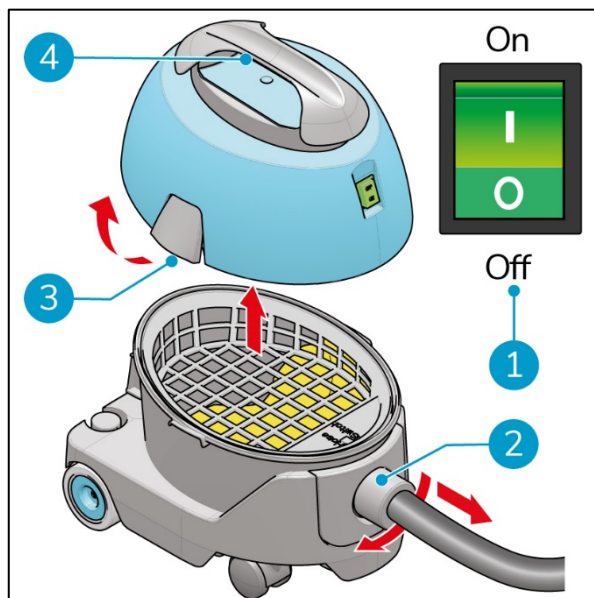

Figura 8
1. Spegnere l'i-vac 5 dall'interruttore ON/OFF (Figura 8, pos 1).
2. Rimuovere il tubo flessibile (Figura 8, pos 2).
3. Rilasciare i fermi (Figura 8, pos 3).
4. Sollevare la parte superiore dalla maniglia (Figura 8, pos 4).